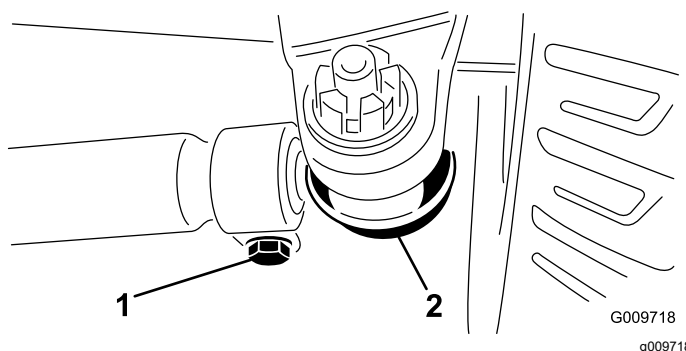

Figura 70
2. Per regolare, togliete la coppiglia e il dado da uno dei giunti a sfera del tirante (Figura 70). Togliete il giunto a sfera del tirante dal supporto della scatola del ponte.
3. Allentate i fermi su entrambe le estremità dei tiranti (Figura 70).